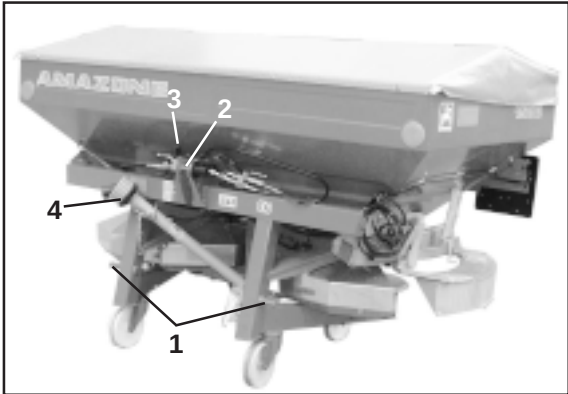

Рис. 5.1
Рис. 5.1 а
- Нижние тяги трактора закрепите пальцами нижних тяг (категории II) (Рис. 5.1/1 и 5.2/1) и зафиксируйте фиксирующим пальцем с пружинной защелкой. На ZA-M maxIS крепежный палец установите в верхнее отверстие кронштейна нижней тяги. Этот кронштейн серийно оснащен второй точкой соединения и позволяет агрегатирование с трактором на 120 мм выше (например, для поздней подкормки растений).
- Верхняя тяга крепится при помощи пальца (кат. II) (Рис. 5.1/2 и 5.2/2). **Блокировочный рычаг (Рис. 5.1/3, 5.2/3 и Рис. 5.1a/1) должен находиться при этом в зафиксированном положении.**
После установки распределителя на хранение, карданный вал установите в захватные крюки (Рис. 5.1/4 и 5.2/4).